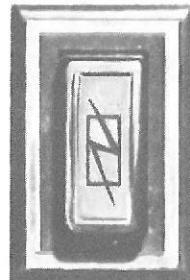

Fig. 24 – El-opvarmet bagrude
**El-opvarmet bagrude (Fig. 24)**